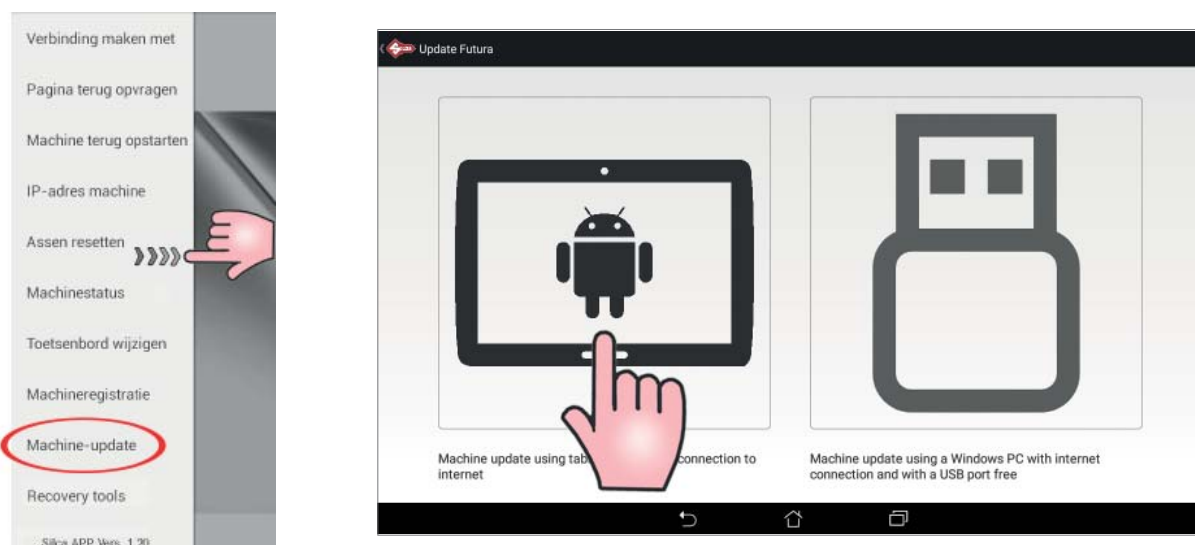

Fig. 10
- Klik op de afbeelding van de tablet (Fig. 10) en volg de begeleide procedure (indien de tablet niet is aangesloten op een wifinet verschijnt een pagina waarop de beschikbare wifinetten worden weergegeven en het gewenste net kan worden geselecteerd).